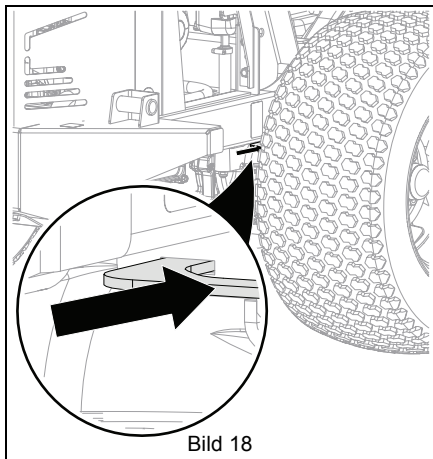

Bild 18
5. Ställ tillbaka transmissionsaxelshuntpakarna i arbetsläget. Se Bild 18.